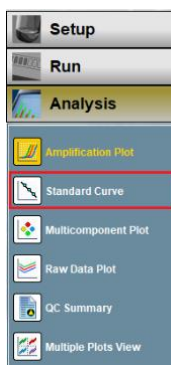

Рисунок 75
- Кликнуть по иконке «Standard Curve» во вкладке «Analysis» (рисунок 75).